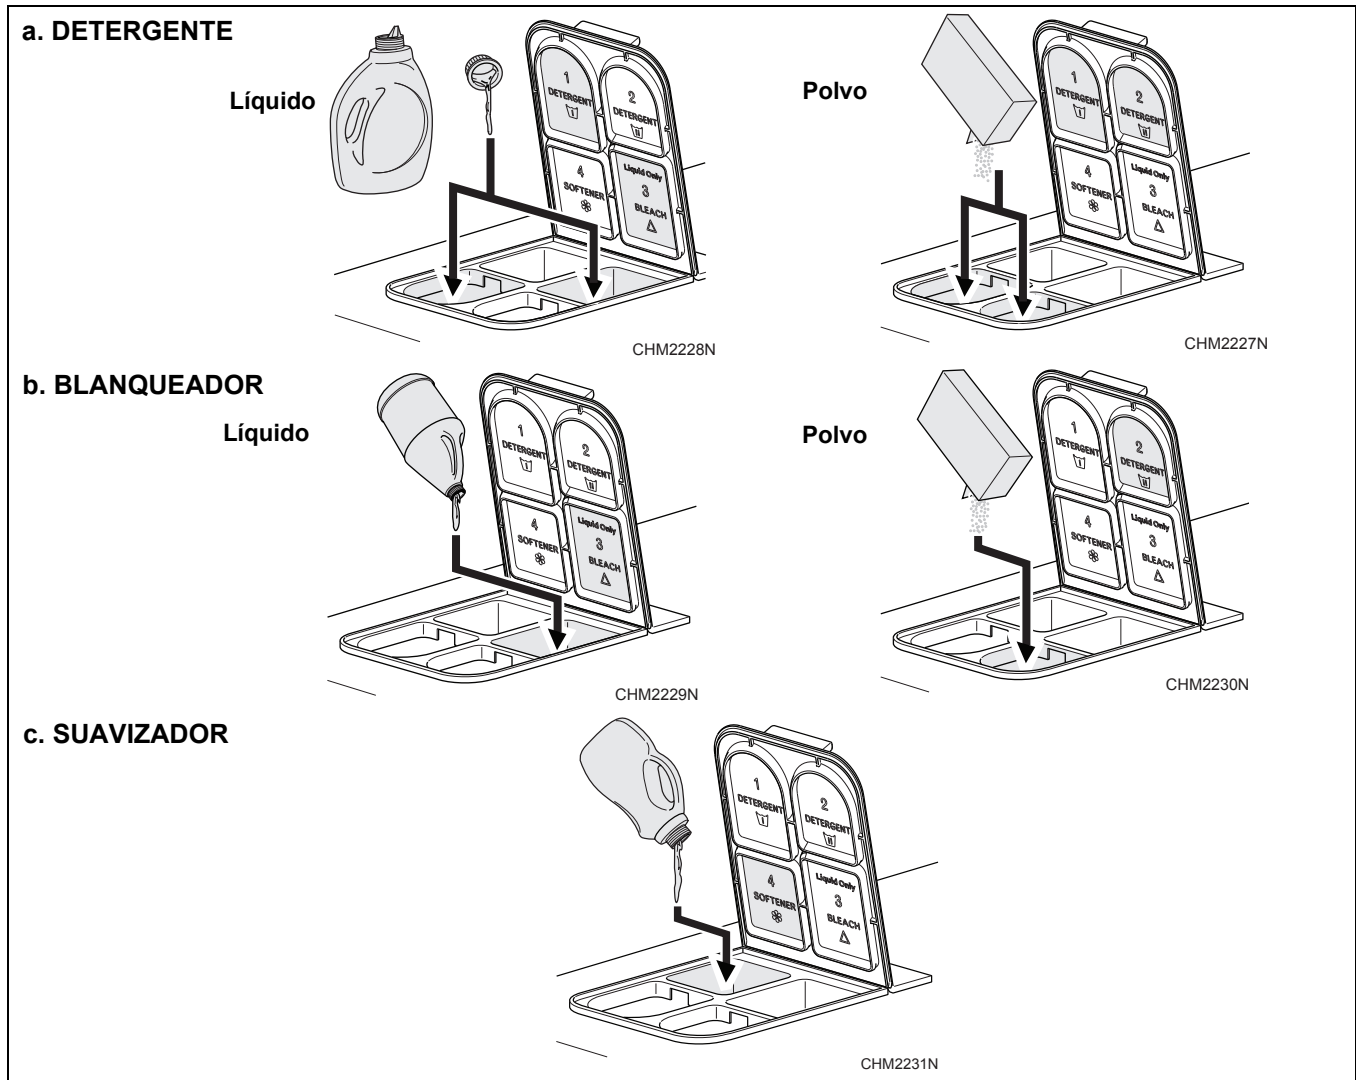

Figura 6
7. Eche líquido y polvos para llenar el distribuidor. Consulte la *Figura 6*.